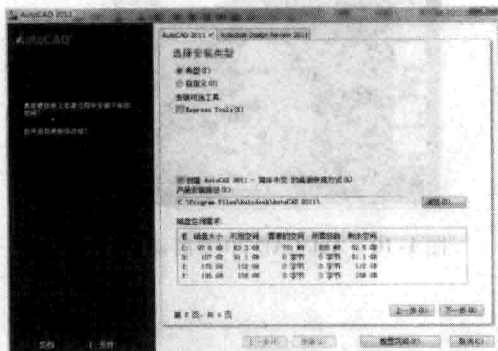
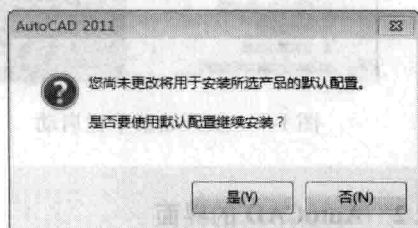

图 1-5 选择安装类型
图 1-6 使用默认配置
5) 选择安装类型。一般选择默认的“典型”安装, 高级用户或有特别要求的可选择“自定义”安装。选中“典型”单选按钮, 如图 1-5 所示。在弹出的对话框里单击“是”按钮, 如图 1-6 所示。